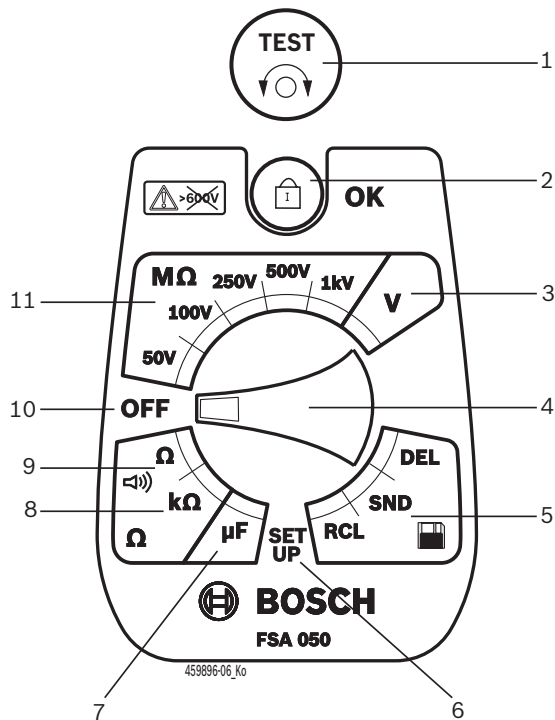

Abb. 2: Drehschalter/Tasten
- Drehschalter auf <SETUP> stellen (Abb. 2, Pos. 6).
- <TEST> (Abb. 2, Pos. 1) etwa zwei Sekunden drücken.
- </OK> drücken, um den gewünschten Wert zu speichern (Abb. 2, Pos. 2).